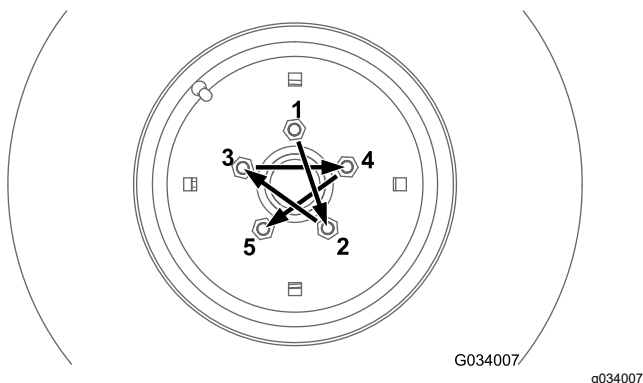
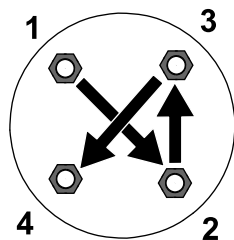

Figure 70
Figure 71
Serrez les écrous des roues avant et arrière (modèles à 4 roues motrices seulement) au couple spécifié et dans l'ordre indiqué, comme montré à la Figure 70 et la Figure 71.
- Roues avant, voir Figure 70.
- Roues arrière (modèles à 4 roues motrices seulement), voir Figure 71.